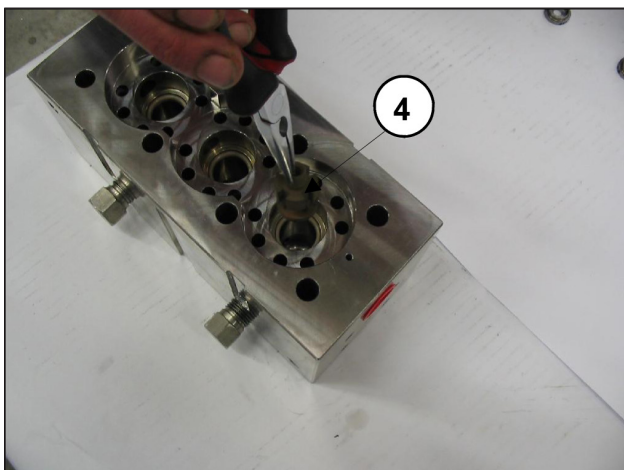
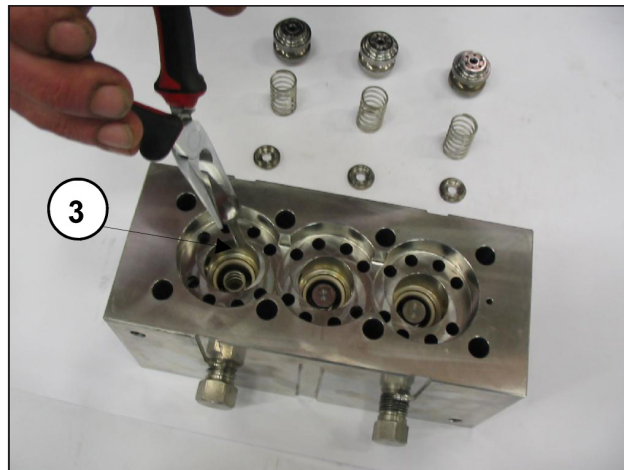

Fig. 26
Fig. 27
- Extraia as placas de fluxo ③ e as respectivas guias ④ com as relativas molas, conforme indicado nas Fig. 26 e Fig. 27, verifique o seu estado de desgaste e efetue, se necessário, eventuais substituições, e de acordo com os intervalos indicados na tabela "MANUTENÇÃO PREVENTIVA", do capítulo 11 do *Manual de uso e manutenção*.